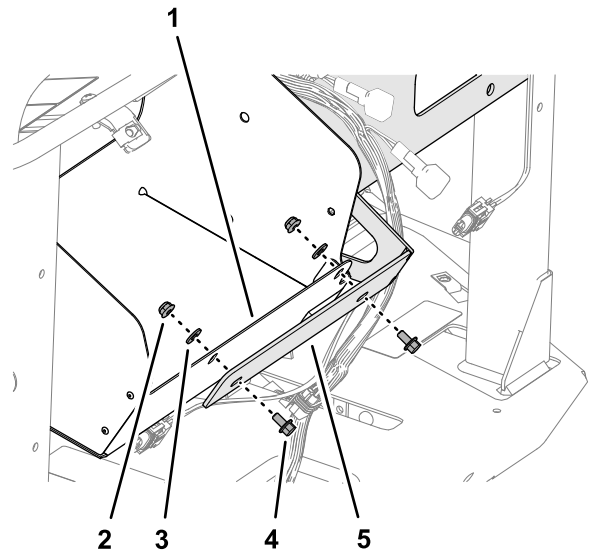

Figure 67
2. Alignez les trous du support de collecteur et les fentes dans la bride du compartiment de rangement (Figure 67).
3. Fixez légèrement le support de collecteur sur la bride (Figure 67) à l'aide de 2 vis à embase ($\frac{1}{4} \times \frac{1}{2}$ po), 2 rondelles ($\frac{1}{4}$ po) et 2 contre-écrous à embase ($\frac{1}{4}$ po).